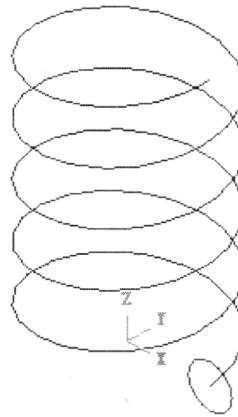

图 1-14 绘制截面圆
- 单击工具栏中的【俯视图】按钮后的下拉按钮，弹出下拉列表框，将构图平面设为前视图，再绘制直径为 8 的扫描截面圆，如图 1-14 所示。